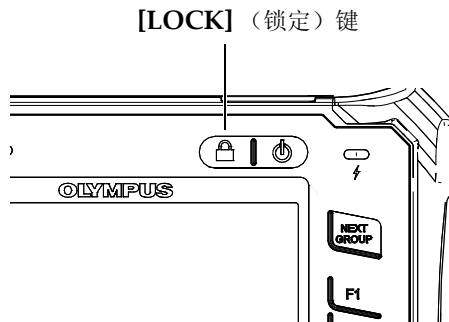

图 2-8 调节飞梭旋钮配置 — [锁定] 键
- 按下 **[LOCK]**（锁定）键（仅出现在飞梭旋钮配置中）后，所有参数的调整将被自动锁定，以防用户意外触碰旋钮时更改参数（参见第 36 页的图 2-8）。